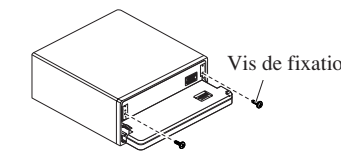

Fig. 14
**4. Fixez la face avant sur l'appareil avec les vis de fixation. (Fig. 14)**